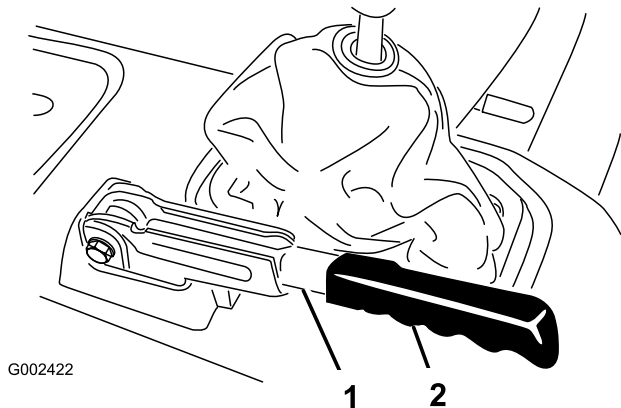

Figura 62
1. Retire la pieza de goma de la palanca del freno de estacionamiento (Figura 62).